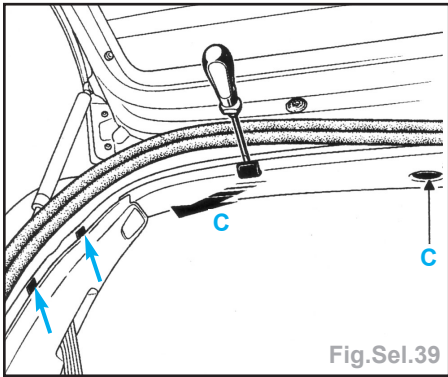

Fig.Sel.39
- A l'aide d'un tournevis plat, retirer les agrafes de maintien de pare-soleil et les clips de maintien de la garniture de pavillon (C) (Fig.Sel.39).